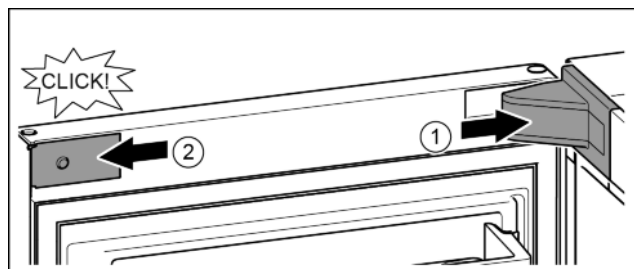

Fig. 24
- ▶ Nasadíte a zaklapnete kryt stojanu ložiska, příp. opatrně přitlačte od sebe. Fig. 24 (1)
- ▶ Z boku nasadíte záslepku a zaklapnete. Fig. 24 (2)